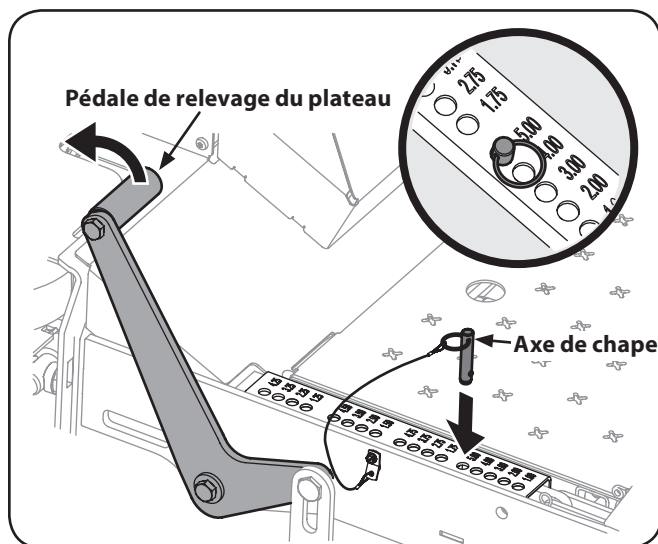

Figure 5-10
1. À l'aide de la pédale de relevage du plateau de coupe, relevez le plateau à la plus haute position. Placez l'axe de chape (attaché au tracteur) dans le trou d'index correspondant à la hauteur désirée, puis relâchez lentement la pédale de relevage du plateau. Voir Figure 5-10.